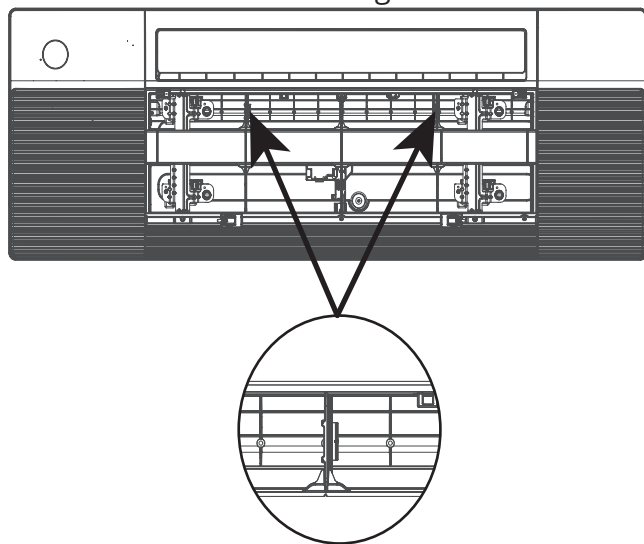

Figure 7.2
2. Maintenant, avec l'aide d'une autre personne, soulevez et mettez en place avec précaution le panneau frontal de la cassette. Des languettes, comme indiqué sur la **figure 7.2** ci-dessous, permettent d'aligner le panneau de la cassette sur l'unité intérieure. Assurez-vous que ces languettes sont alignées et que la cassette est bien fixée à l'unité intérieure avant de tenter d'installer les vis de montage.